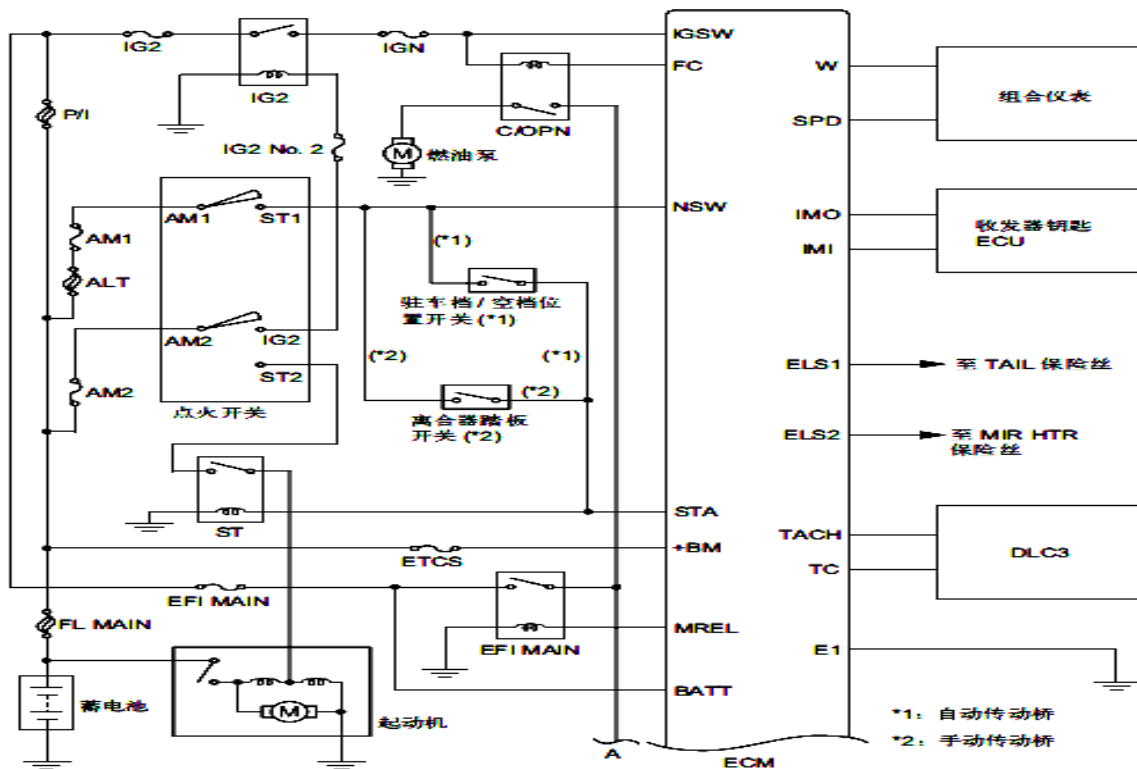

图 8-1 系统线路
- (1) 起动系统由电磁啮合式起动机、蓄电池、点火开关、空档起动开关、起动继电器及导线等组成。
- (2) 系统线路的连接应符合原车技术要求。
- (3) 电池、起动机电缆、搭铁线、机体、起动机及接触盘各节点连接处的电压降不大于 0.2v。
- (4) 接线情况如图 8-1 所示。